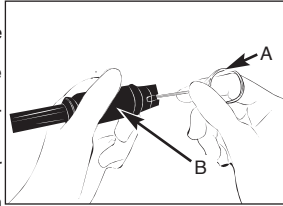
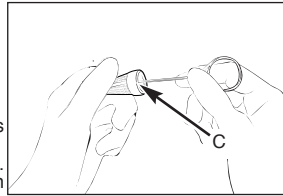

Fig. 5A
Fig. 5B
6. When the jet is too little to do cleaning job, the nozzle or filter may be plugged. Use cleaning needle (A) to clear the nozzle (B) & water inlet filter (C) when they are plugged. (Fig. 5A & Fig. 5B)
Utilisez une aiguille de nettoyage (A) pour nettoyer l'embout (B) et le filtre d'entrée d'eau (C) lorsqu'ils sont bouchés. (Fig. 5A et Fig. 5B)